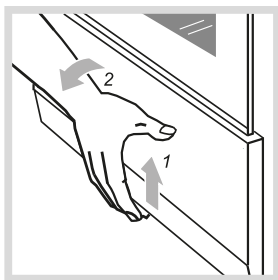

Рис.12
- Чтобы открыть дверцу, ее нужно приподнять вверх и наклонить на себя (рис. 12).